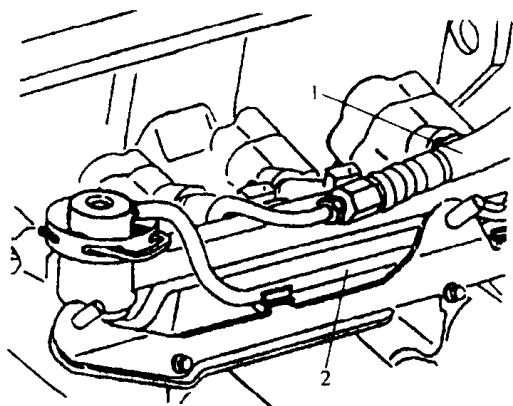

图 1-14 拔下供油管 and 回油管
(13) 从空气滤清器上取下活性炭罐电磁阀。
(14) 拆下空气滤清器至节气门控制器之间的空气管路。
(15) 拆下空气滤清器罩壳。
(16) 拔下燃油分配管上的供油管 1 和回油管 2, 如图 1-14 所示。注意: 燃油系统是有压力的, 在打开系统之前先在开口处放置抹布, 然后小心地松开接头以泄放压力。